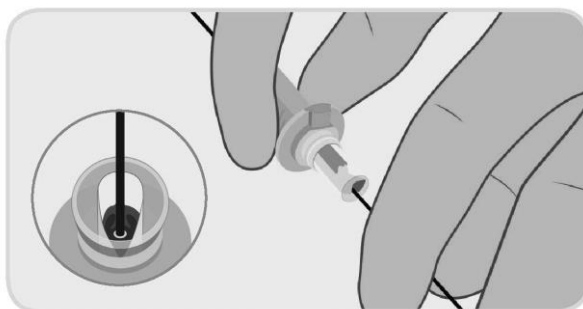

Bild 7. Laddning av ledaren i kanylen
- a. Använd icke-hepariniserad saltlösning för att smörja ledaren under införandet. För in ledaren i implantatet inuti laddningskanylen (Bild 7) och fortsätt att föra in ledaren till den sticker ut från den bakre änden på handtaget på PerQseal® förslutningsanordning. Håll PerQseal® införingshylsa i en låg vinkel i förhållande till artärens längsgående axel (t.ex. 20°) och håll införingshylsan så rakt som möjligt för att undvika att den viker sig.
- Obs 2: Håll endast i den bakre delen av laddningskanylen under införandet enligt Bild 7.*